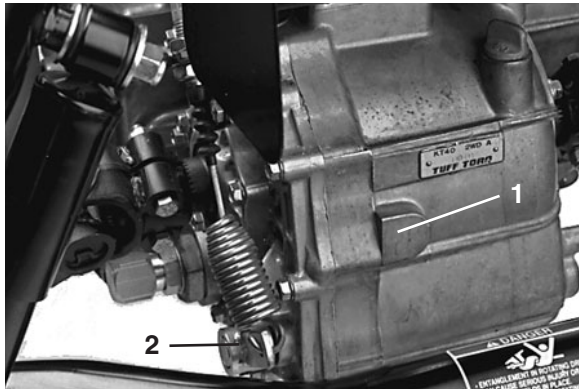

Bild 48
Wechseln des Hinterachsen-/Hydrauliköls (Bild 48)
2. Entfernen Sie die Ablassschraube (Bild 48) seitlich am Behälter und lassen die Flüssigkeit in eine Wanne ablaufen.